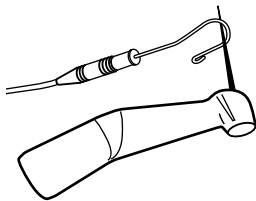

Fig. 7 Aktivera apexlokalisatorn med ett läppclips och en fil i vinkelstycket VDW 6:1
3. Låt läppclipset ha kontakt med filen i ca 3 sekunder för att slå på apexlokalisatorn. **Vidrör inte stopparen!** Se fig. 7.